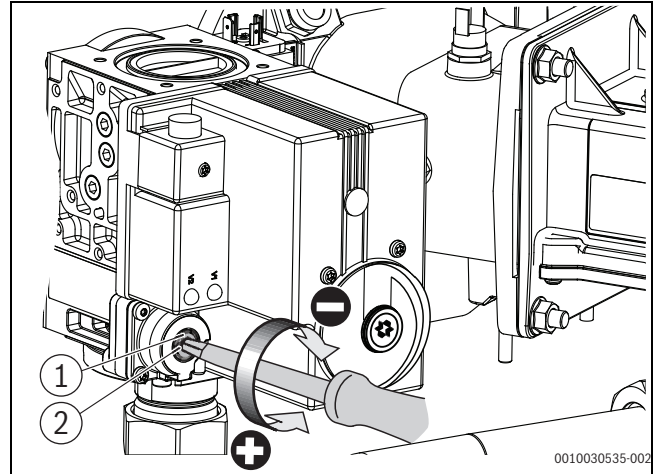

Bild 13 O₂-Gehalt bei Teillast einstellen (Kesselgröße 150 kW [bis V03] – 300 kW)
- ▶ Verschlusssschraube an der Gasarmatur herausdrehen (→ Bild 13).
- ▶ O₂-Wert an der Teillast-Einstellschraube auf $5,7 \pm 0,4$ % einstellen (→ Bild 13).